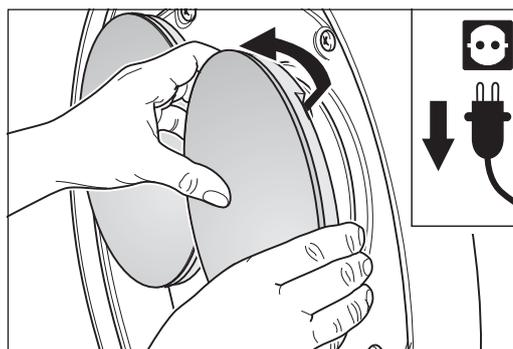

Abb. 28 Mit den Fingerkuppen hinter die Teller greifen und diese nach vorne abziehen.
- 4 Greifen Sie mit den Fingerkuppen hinter die Teller und ziehen Sie die Teller aus den Gummilagern heraus (Abb. 28). **Verwenden Sie keine Schraubendreher oder Stemmeisen! Die Teller oder die Maschine könnten sonst beschädigt werden!**